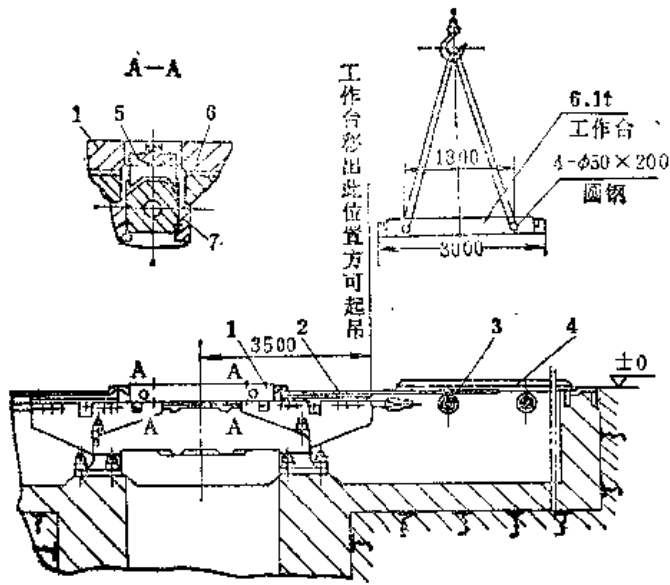

图13-2-23 工作台的拆吊
7) 工作台的拆卸: 如图 13-2-23 所示, 先拆除地沟盖板, 并在地沟周围设置栏杆以保证安全, 再拆除移动盖板及滚轮, 最后拆吊工作台。此前先拔去工作台与移动缸连接的销子。用桥式起重机车将工作台微微吊起, 再配合卷扬机水平牵引, 使工作台往外平移至图中所示位置方可垂直起吊。
2) 拆立柱导套:可借助操纵系统将压机活动横梁放至限程套上,拆去压套法兰,再提升活动横梁如图13-2-23中所示位置,此时立柱导套将全部暴露于活动横梁之外,可逐一取下内外球形套及导套芯。